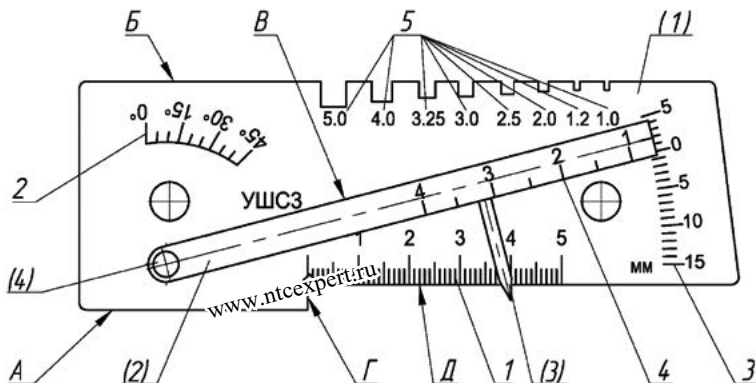

Рисунок 1. Универсальный шаблон сварщика УШС-3
Универсальный шаблон сварщика (рис. 1) состоит из основания (1), соединенного осью (4) с движком (2) и закрепленного на движке указателя (3).